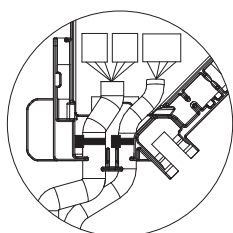

Fig. 6-16
- Compruebe que la abrazadera que sujeta los cables de enlace del sensor i-See y del receptor de señales esté colocado en el interior de la caja de conexión. (Fig. 6-16)